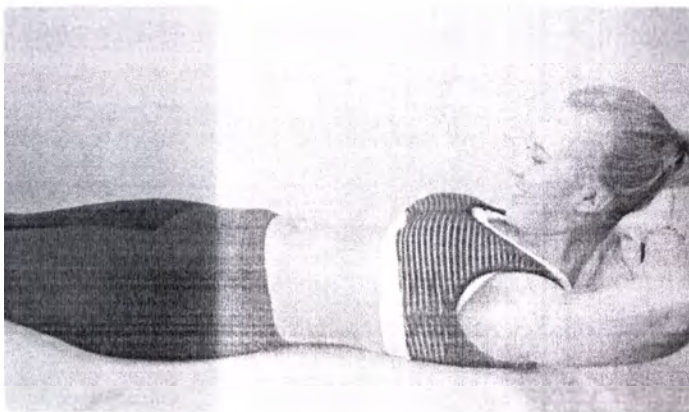

Рис. 8
6. Повторить то же самое, только с вытянутыми ногами (Рис.8). В заключение освободить руки от головы и расслабиться.